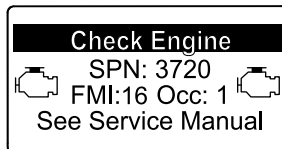

Figura 45
- Advertencia del motor SPN 3720, FMI 16 (Figura 45)